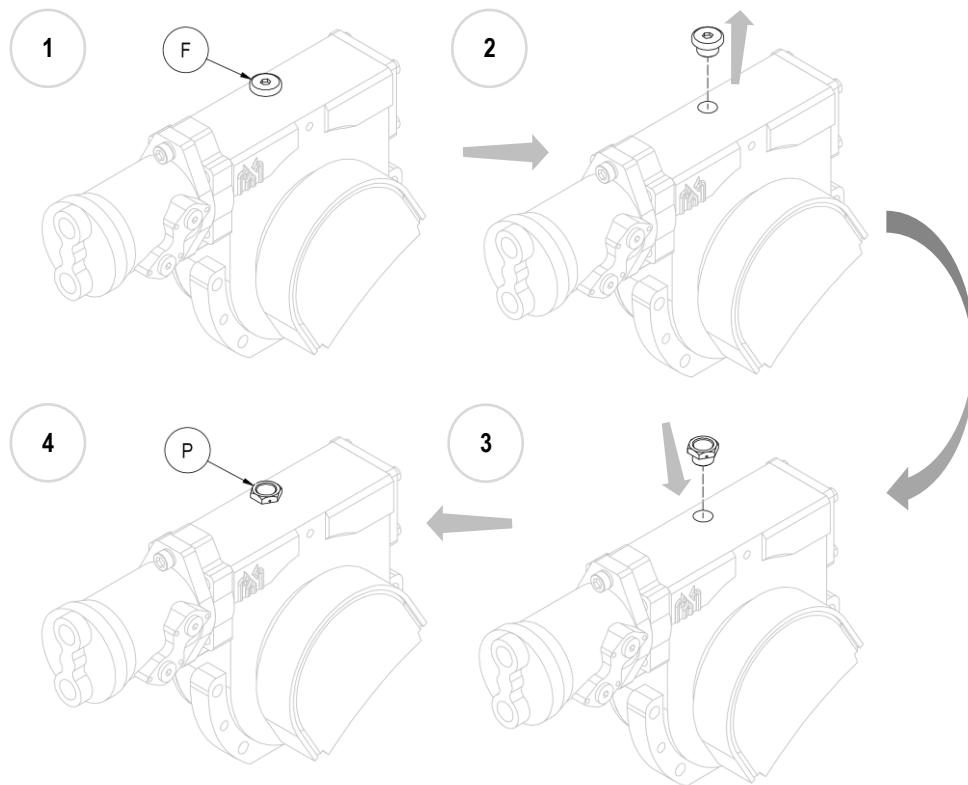

Figura 5
9. **N.B.** Ad attrezzatura montata, sostituire il tappo cieco di rabbocco olio in ferro (F) con quello in plastica fornito in dotazione (P), provvisto di sfiato (vedi *Figura 5*).